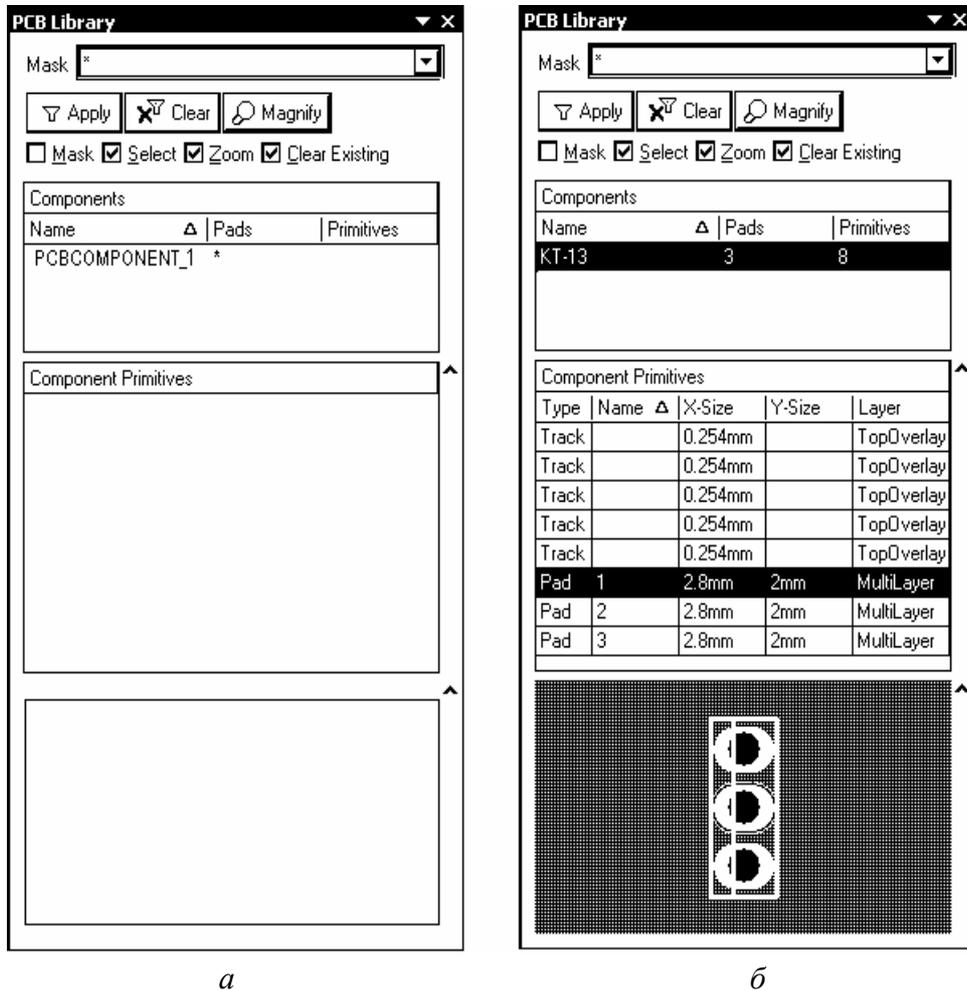

Рис. 3.10
3. Щелчком мыши на закладке PCB в строке статуса и выбором в выпадающем меню команды PCB Library активизировать плавающую панель редактирования ТПМ (рис. 3.10, а).
4. Вычертить прямоугольник размерами 3×7,5 мм, с центром симметрии в точке расположения КП коллектора (средняя КП из трех). Затем прорисовать линию фаски с отступом на 1 мм от левого края контура. Информация о геометрии контуров сформированного ТПМ и контактных площадках отображается в полях плавающей панели PCB Library (см. рис. 3.10, б).